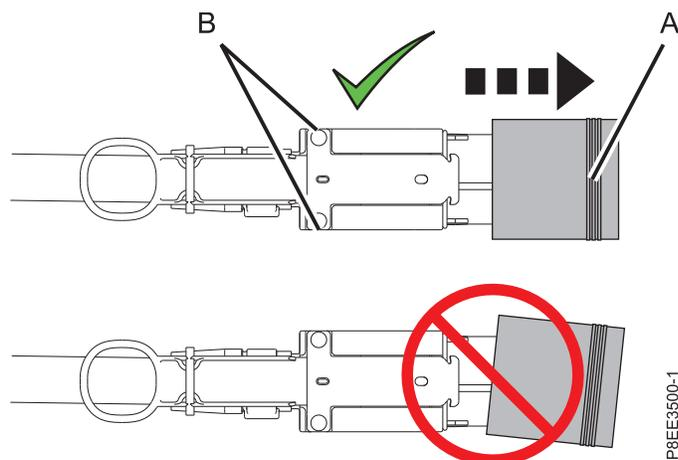

Abbildung 5. Schutzabdeckung vom Anschluss des Kabels des Erweiterungseinschubs entfernen
- b. Fassen Sie dann mit den Fingern der anderen Hand die lange Kante (**A**) der Schutzabdeckung und ziehen Sie sie ab. Siehe Abb. 5.